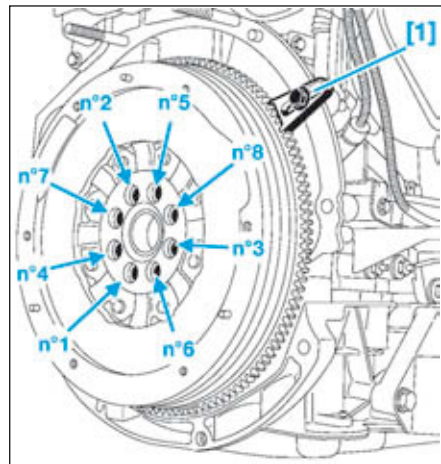

FIG.62
- Presser les vis (n°4) et (n°8) du volant moteur à 3 daN.m à l'aide du jeu d'embout Torx (Fig.62).